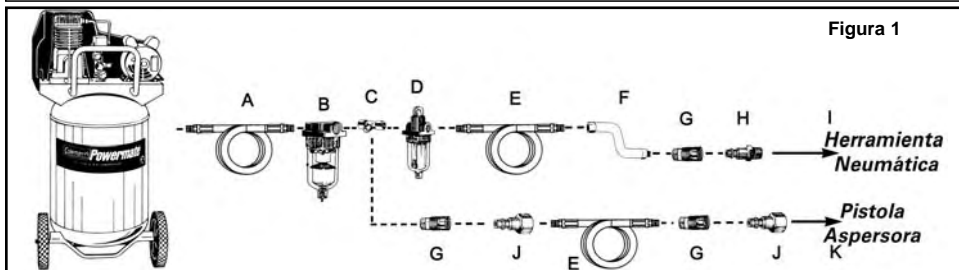

Figura 1
- Conecte la herramienta al acoplador rápido de la manguera de aire. **NOTA: Se recomienda utilizar una manguera de conexión flexible con un cabezal giratorio (P012-0079SP - no incluida) para evitar que la manguera de aire se doble, enrosque o gaste demasiado (ver ítem "F" en la figura 1 para las conexiones recomendadas).**
Para conservar el funcionamiento óptimo de la herramienta neumática, debe ser lubricada cada vez que se utiliza. Las partículas, el polvo, el óxido y los residuos de aceite se acumulan dentro de la herramienta y reducen su desempeño. Se recomienda utilizar un engrasador en línea para una lubricación automática adecuada de la herramienta (ver Figura 1). Si no dispone de un engrasador en línea, puede lubricar la herramienta de forma manual a través del orificio de entrada (ver Figura 4).